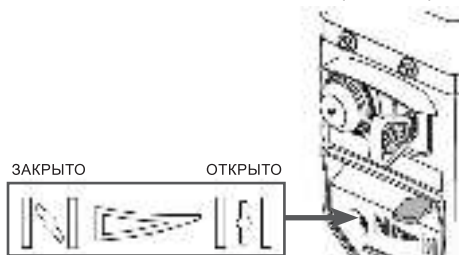

Рис. 33 Рычаг управления воздушной заслонкой
- Закройте воздушную заслонку карбюратора. Для этого переведите рычаг управления воздушной заслонкой в крайнее левое положение (Рис. 33).